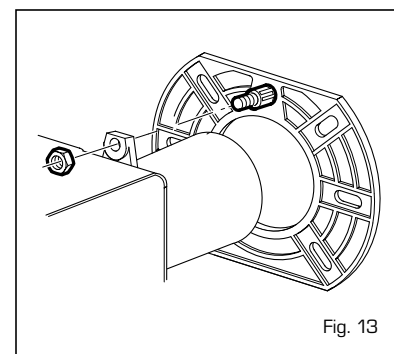

Fig. 13
Para desmontar el quemador de la pared de la caldera, quite la tuerca (fig. 13).
- abra la tapa del equipo bloqueada por un tornillo, desconecte los cables del calefactor (1 fig. 13/a) protegidos por la funda termore-